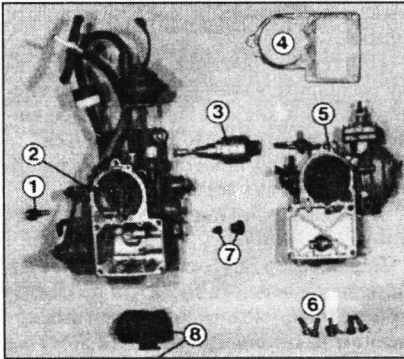

Рис. 4.А.10 Разбирать карбюратор двигателя мощностью 44 кВт, рекомендуется до этой стадии.
Рис. 4.А.9 Слева: воздушная заслонка в карбюраторе 34 PICT-5 двигателя мощностью 44 кВт установлена правильно, если совмещены метки (1 и 2) на корпусе карбюратора и на крышке стартера. Справа: карбюраторы 2E3-/2E4: в основном положении метки (1) должны быть совмещены. Для того чтобы можно было повернуть крышку стартера, необходимо ослабить винты 2 и 3 (третий винт не виден).